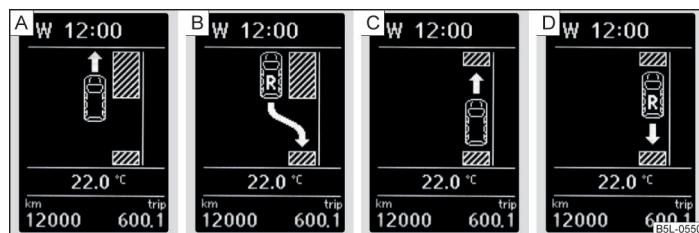

Fig. 123 Visualización en pantalla
Cuando el sistema ha reconocido una plaza de aparcamiento adecuada, esta se muestra en la pantalla » fig. 123 - A.
- Avance hasta que se reproduzca el aviso en la pantalla » fig. 123 - [B].
- Si en la pantalla parpadea la flecha hacia delante » fig. 123 - [C], ponga la primera marcha o coloque la palanca selectora en la posición D.
- Si en la pantalla parpadea la flecha hacia atrás » fig. 123 - [D], conecte nuevamente la marcha atrás o coloque la palanca selectora en la posición R.